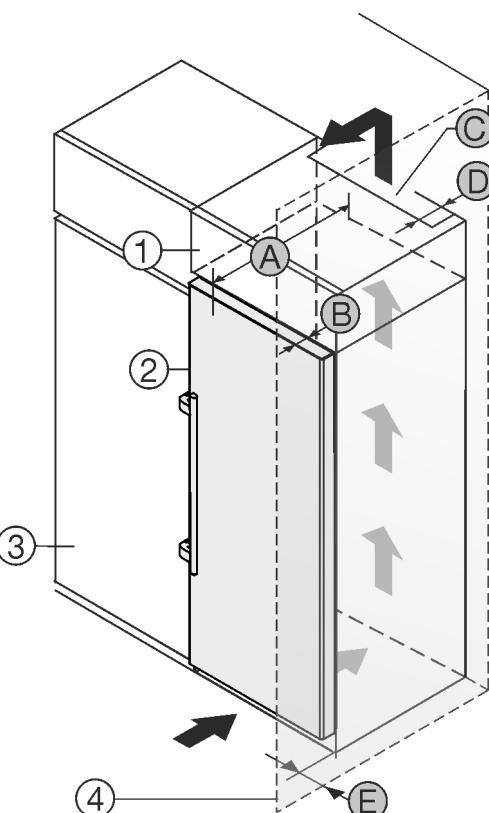

Fig. 30
Das Gerät kann mit Küchenschränken umbaut werden. Um das Gerät Fig. 30 (2) der Küchenzeilenhöhe anzugeleichen, kann über dem Gerät ein Aufsatzschrank Fig. 30 (1) angebracht werden.
Wird das Gerät direkt neben einem Küchenschrank Fig. 30 (3) aufgestellt, so ist ein Abstand von mind. 5cm zum Gerät notwendig. Um die Türe vollständig öffnen zu können, muss das Gerät um die Tiefe Fig. 30 (B) gegenüber der Küchenschrankfront vorstehen. Abhängig von der Tiefe der Küchenschränke und Verwendung von Wandabstands- haltern kann das Gerät weiter herausragen.
- An der Rückseite des Aufsatzschrankes muss ein Abluftschacht mit der Tiefe Fig. 30 (D) über die gesamte Aufsatzschrankbreite vorhanden sein.
- Unter der Raumdecke muss der Entlüftungsquerschnitt Fig. 30 (C) eingehalten werden.
Wenn das Gerät mit den Scharnieren neben einer Wand Fig. 30 (4) aufgestellt wird, muss der Abstand Fig. 30 (E) zwischen Gerät und Wand eingehalten werden. Dies entspricht dem Griffüberstand bei geöffneter Tür.